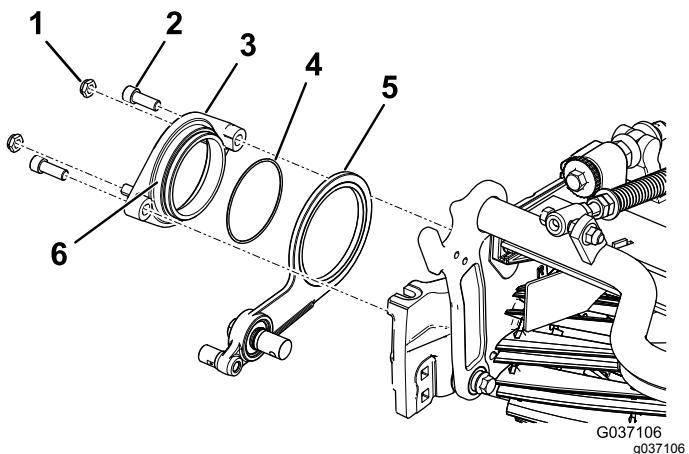

Figura 9
- Aplique compuesto antigripante en el diámetro exterior del conjunto del cubo de giro (Figura 9).
4. Coloque el cubo de giro sobre el brazo libre y fíjelo al molinete con 2 pernos allen (Figura 9).
5. Instale provisionalmente las 2 contratuercas en el cubo de giro (Figura 9).